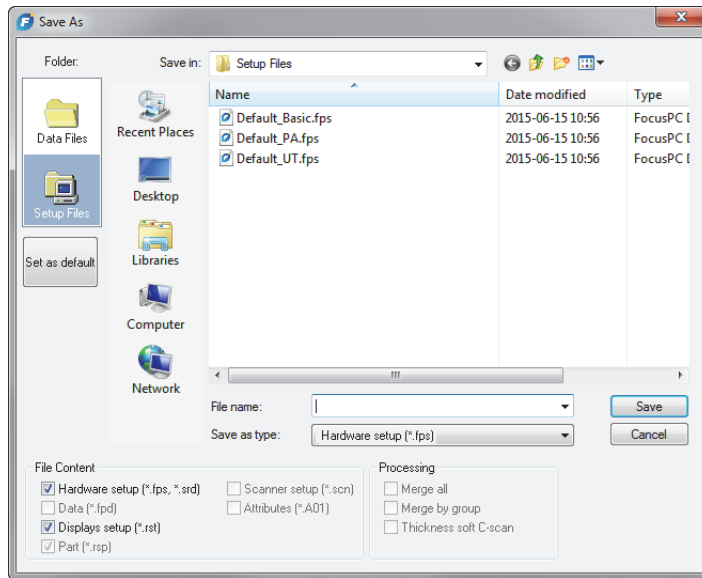

Figura 4-2 Cuadro de diálogo Guardar como
2. En el cuadro de diálogo **Guardar como...** que aparece (ver Figura 4-2 en la página 107), siga los siguientes pasos: